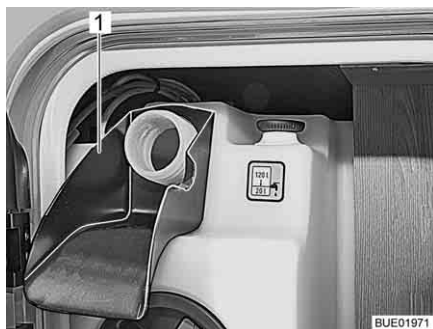

Fig. 241 Aide au remplissage
- Emboîter l'aide au remplissage (Fig. 241,1) sur le bec de remplissage d'eau potable.